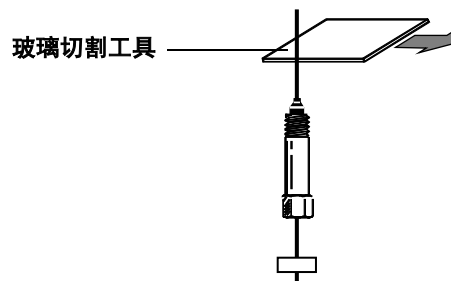

图 28 在色谱柱上刻痕
- 3 用玻璃切割工具在色谱柱上刻痕。刻痕必须是平直的以确保光洁的断面（见图 28）。